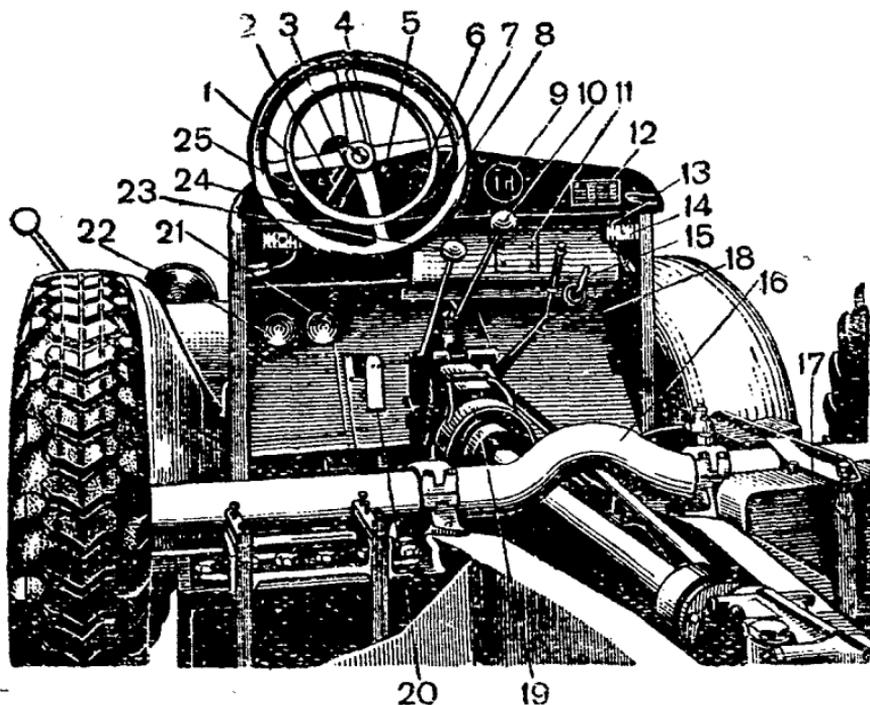

Рис. 11. Щиток водителя:
4. Включи зажигание ключом в переключателе на щитке водителя (рис. 11).
5. Включи стартер ножной кнопкой, предварительно вытянув на себя доотказа кнопку обогатителя смеси **24** (рис. 11).
а) За давлением масла в смазочной системе двигателя по манометру 8 (рис. 11). Давление не должно падать ниже 10 ат. При меньших показателях манометра, а также в тех случаях, когда его стрелка стоит на нуле, прекрати работу, найди неполадки в смазочной системе, устрани их и только после этого продолжай езду.